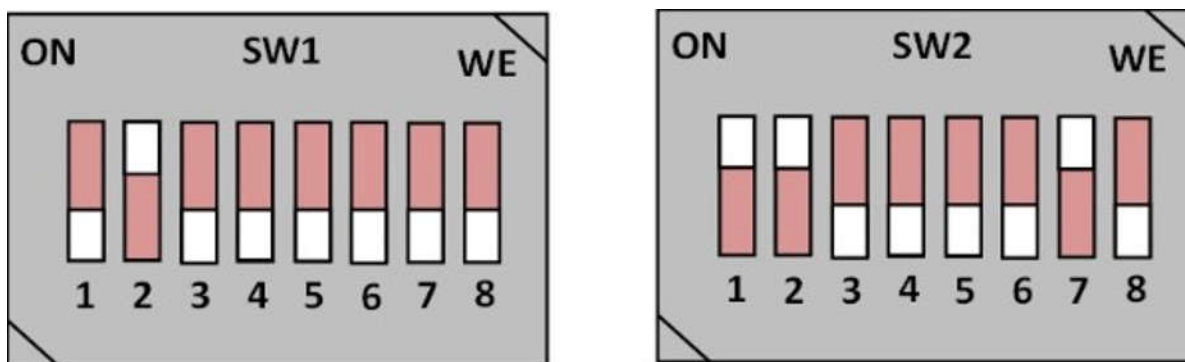

図 2-5. ブートモードの例 (MMCSD ブート)
1. EVM ブートスイッチ セレクタ (SW1、SW2) を選択したブート モードに設定します。図 2-5 に、SD カードのブート モードの例を示します。